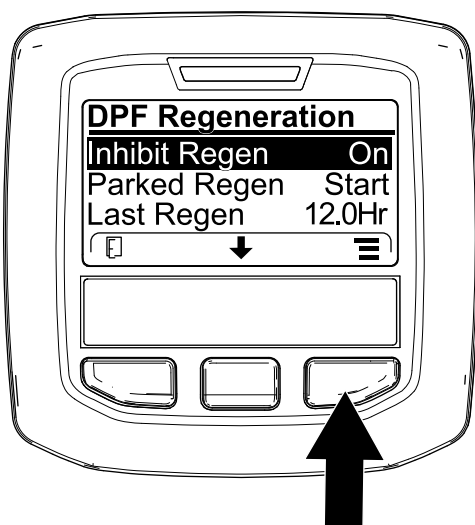
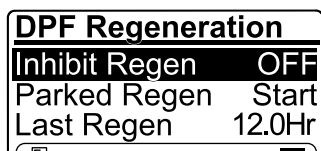

Figura 40
Figura 41
1. Vaya al menú de Regeneración del DPF, pulse el botón central para desplazarse hasta la opción INHIBICIÓN REGENERACIÓN, y pulse el botón derecho para seleccionar la opción Inhibir regeneración (Figura 40).
2. Pulse el botón derecho para cambiar el ajuste de Inhibir regeneración de Activado a Desactivado (Figura 40) o de Desactivado a Activado (Figura 41).